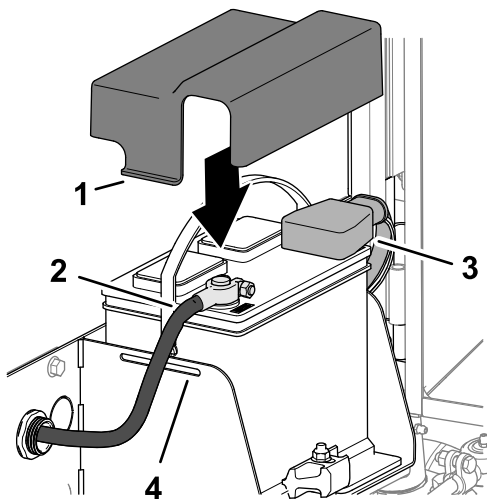

Bild 101
1. Schließen Sie das Pluskabel des Akkus am Pluspol des Akkus an (Bild 101).